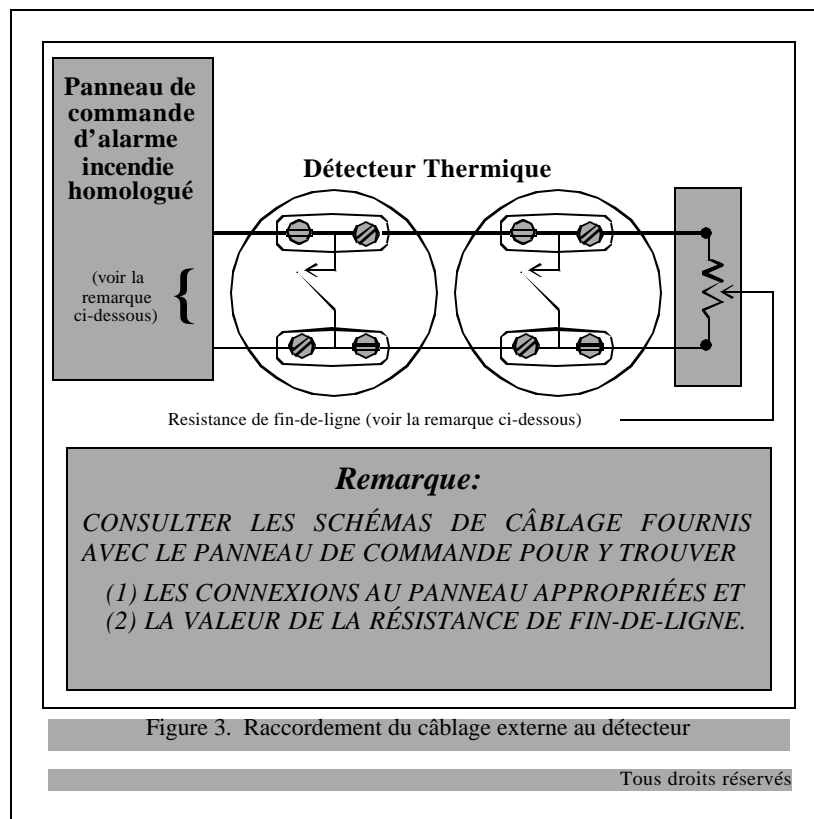

Figure 3. Raccordement du câblage externe au détecteur
4. Faire passer le câblage est dissimulé, ou par les ouvertures latérales si le câblage est apparent. Raccorder les fils au détecteur comme illustré sur la figure 3.